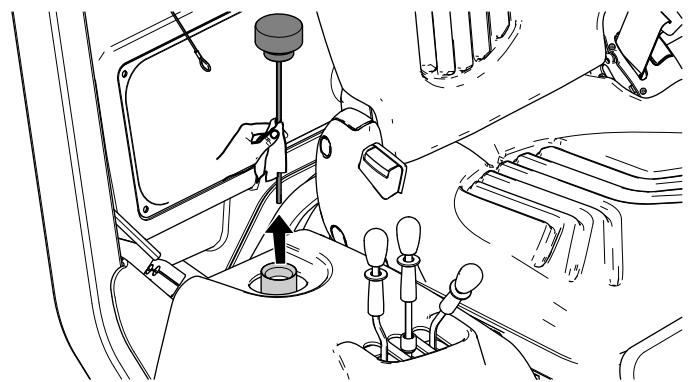

Bild 98
4. Nehmen Sie den Peilstab aus dem Hydraulikbehälter heraus und wischen Sie ihn mit einem sauberen Lappen ab (Bild 98).